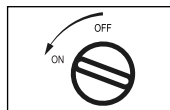

Bild 4
5. Vrid vredet moturs tills du hör ett klick, vilket indikerar att en gnista har genererats [Bild 4].